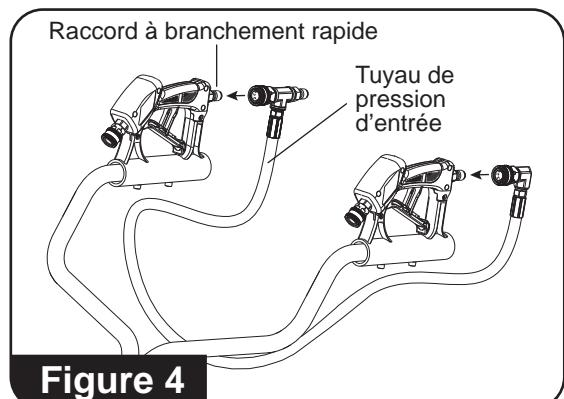

Figure 4
4. Fixez le tuyau de pression d'entrée aux poignées (**consultez la figure 4**).